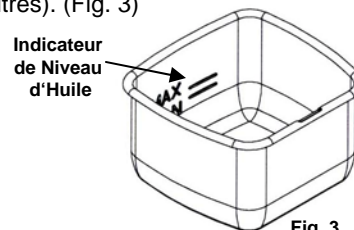

Fig. 3
- Le niveau d'huile doit **toujours** être maintenu entre les repères inférieur et supérieur à l'intérieur du réservoir d'huile. Vérifiez le niveau d'huile à chaque utilisation. Pour de meilleurs résultats, le niveau d'huile doit rester près du repère supérieur (16 tasses/4 litres). (Fig. 3)